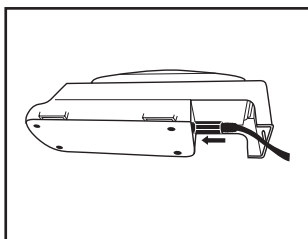

Fig. 1a
- Cargador de batería para una estación 3M™ TR-641N: Inserte el cordón de corriente CD del Suministro de corriente 3M™ TR-941N en la celda. (Fig. 1a). Conecte el cable de corriente en una fuente de energía CA (100-240V), como una entrada de corriente en la pared.